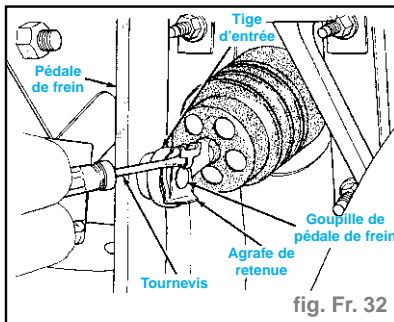

fig. Fr. 32
- Localiser la tige d'entrée du servofrein à dépression sur la fixation de la pédale de frein, sous le tablier. Placer un petit tournevis entre la languette centrale de la tige d'entrée du servofrein et l'agrafe de retenue de la goupille de pédale de frein (fig. Fr. 32).
- Localiser la tige d'entrée du servofrein à dépression vers la fixation de la pédale de frein, sous le panneau d'instruments. Placer un petit tournevis entre la languette centrale de la tige d'entrée du servofrein à dépression et l'agrafe de retenue de la goupille de pédale de frein (fig. Fr. 32).
- Connecter la tige d'entrée du servofrein à dépression à la goupille de pédale de frein et poser une NOUVELLE agrafe de retenue (fig. Fr. 32).